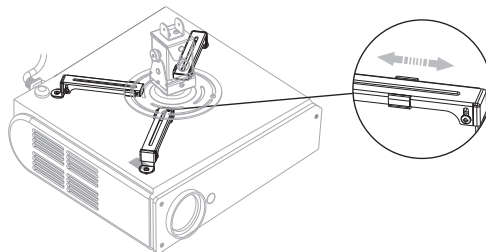

图17
- 2、把所需要的安装臂(4-3)安装到安装支架(4-1)上。然后把安装臂(4-3)装到投影机上,尽量把安装底盘(4-6)保持在投影机的中心位置,通过调整滑动安装部件(4-5)的位置将安装臂(4-3)连接安装底盘(4-6)如图17。